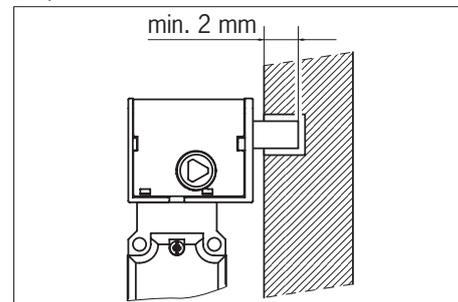

Fig. 1: Interrupor de seguridad TK bloqueado
Cuando se activa el bloqueo, el perno de bloqueo se despliega y se introduce, por ejemplo, en el hueco que hay en el marco de la puerta de protección (véase la Fig. 1). De esta forma, el resguardo queda bloqueado.
▶ El perno de bloqueo debe quedar introducido como mínimo 2 mm (véase la Fig. 1).